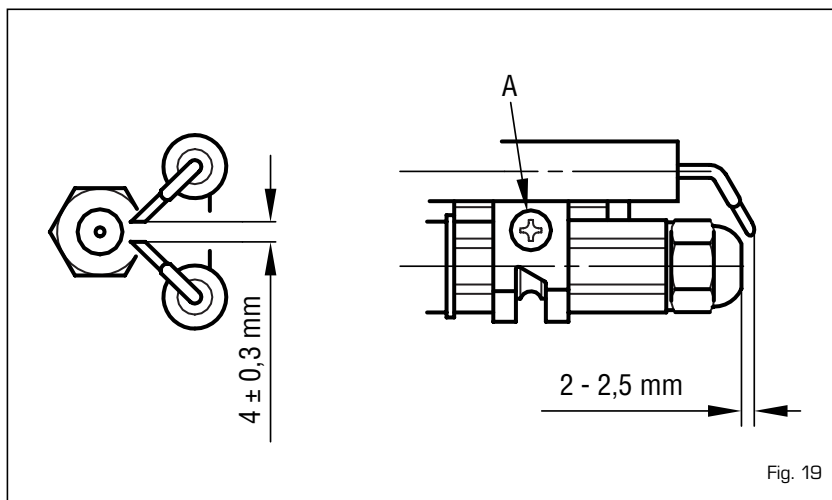

Fig. 19
4.5.2 Limpieza cabezal de combustión (fig. 19)
Para efectuar la limpieza del cabezal de combustión proceder como sigue a continuación [fig. 19]:
- Aflojar los tornillos [A fig. 19] del soporte de electrodos y quitelo.